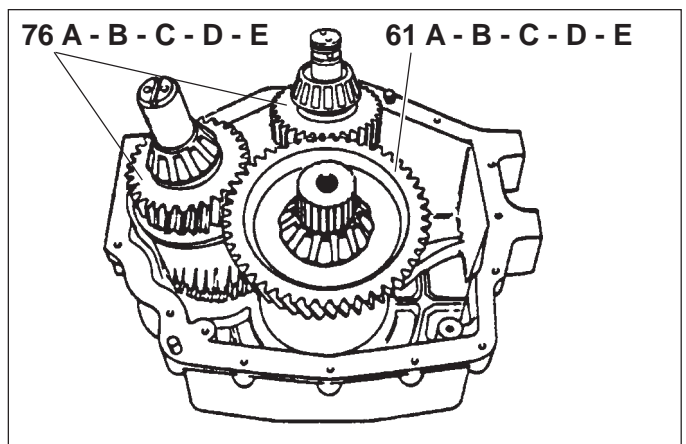

Fig. 34
- 5) Introdurre l'albero di uscita (61A-61B-61C-61D-61E) (Fig. 34).
- 5) Put in the output shaft (61A-61B-61C-61D-61E) (Fig. 34).